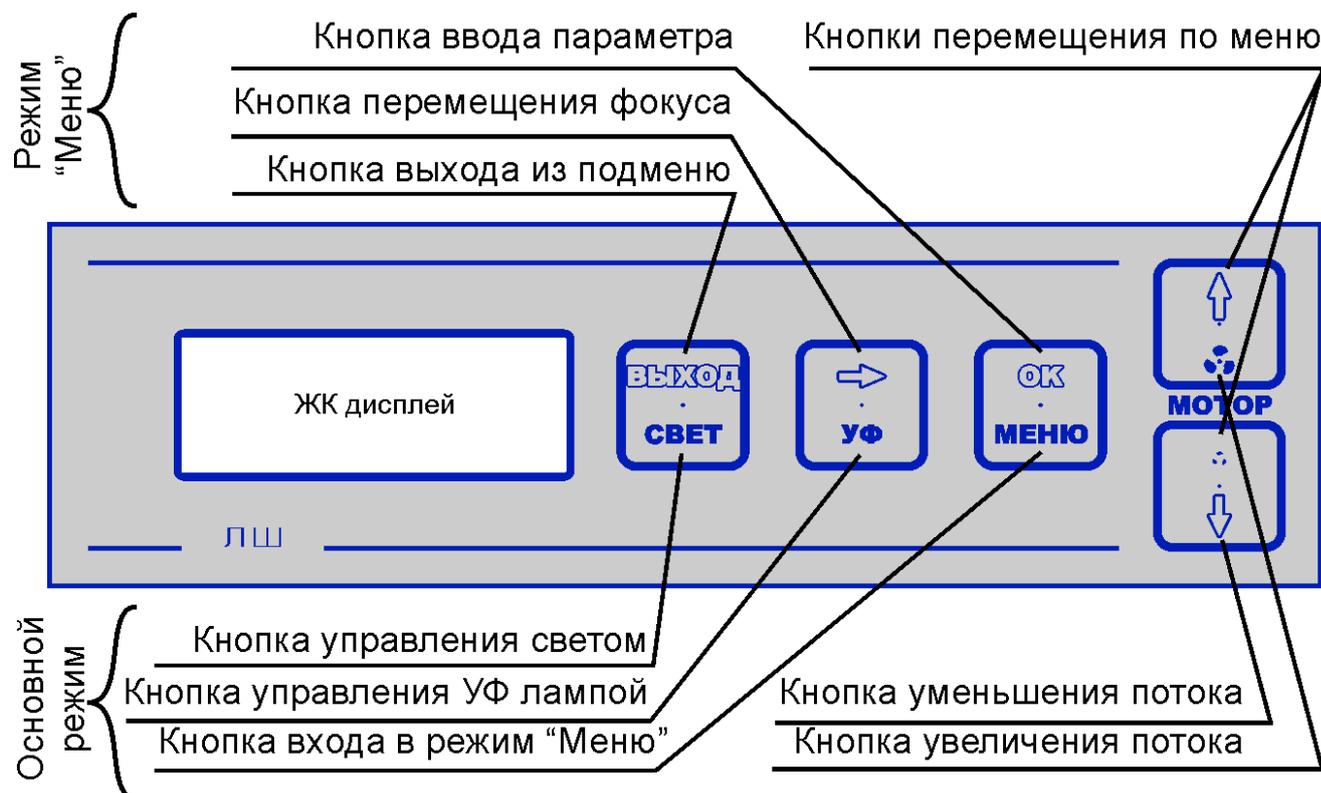

Рис.2. Внешний вид панели управления
2.2.4 Контроллер Боксов работает в двух режимах: **основной** режим и режим **«Меню»**, поэтому все кнопки на панели управления имеют две функции (рис.2).